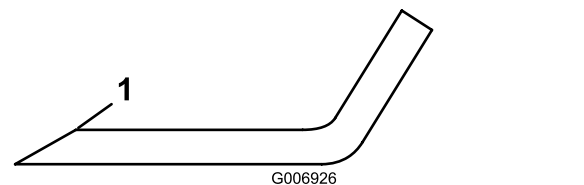

Bild 67
5. Untersuchen Sie die Schnittkanten aller Messer. Schärfen Sie alle stumpfen und ausgekerbten Schnittkanten. Schärfen Sie nur die Oberseite der Schnittkante und behalten dabei den ursprünglichen Schnittwinkel bei, um die Schärfe des Messers zu gewährleisten (Bild 67).
6. Wenn das Messer stumpf ist oder Kerben hat, schärfen Sie nur die Oberseite der Schnittkante und behalten den Originalschnittwinkel bei (Bild 67).